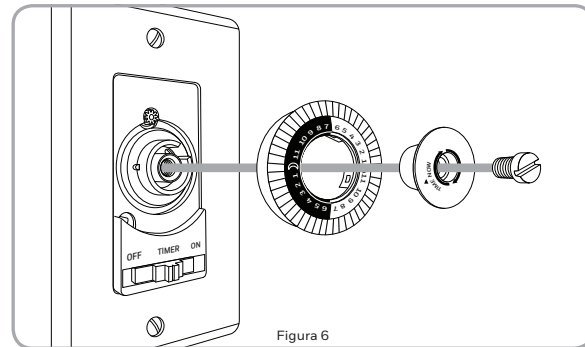

Figura 6
- Gire con cuidado el tornillo central hacia la izquierda con una moneda. Retire el tornillo central, el centro y el dial del temporizador. (Ver Figura 6).